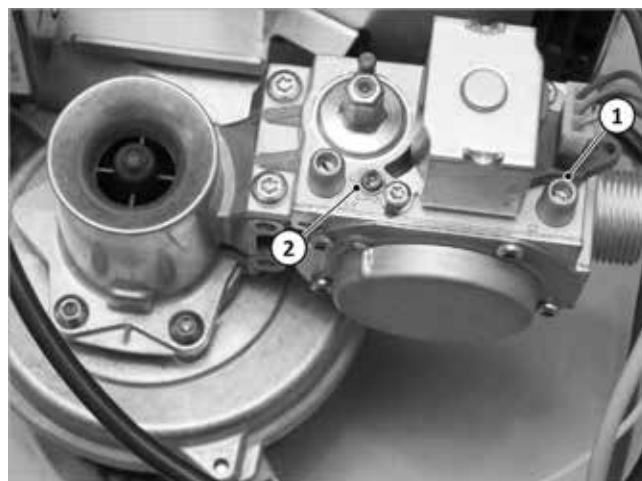

Fig. 100: impostazione del bruciatore
- Per controllare la pressione di flusso del gas con il bruciatore in funzione utilizzare il raccordo di misura → fig. 100 (1).